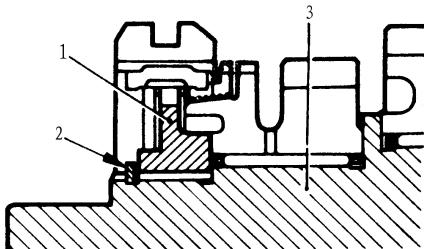

图 3-91 安装第 3/第 4 档同步器
(1) 如图 3-91 所示, 安装第 3/第 4 档同步器, 使花键毂朝向正确的方向。对于主轴前端卡环应选择适当的厚度装入, 使卡环和花键毂之间的间隙为最小, 即要将最厚的卡环插入卡环槽内。安装后应保证第 3 档速度齿轮转动灵活平稳。卡环和花键毂之间的间隙标准值为 0~0.08mm。